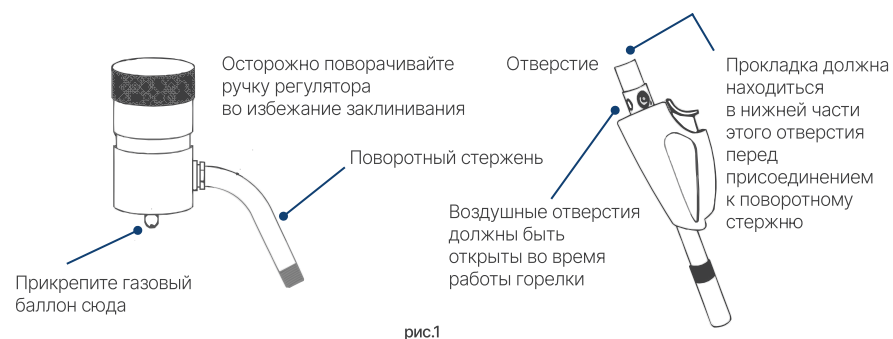

рис.1
1. Туго завинтите наконечник в шарнир на регуляторе вручную (рис. 1). Не используйте гаечный ключ. Для воздушно-топливной горелки: присоедините шланг к поворотному стержню вручную, а шланг к горелке – гаечным ключом.